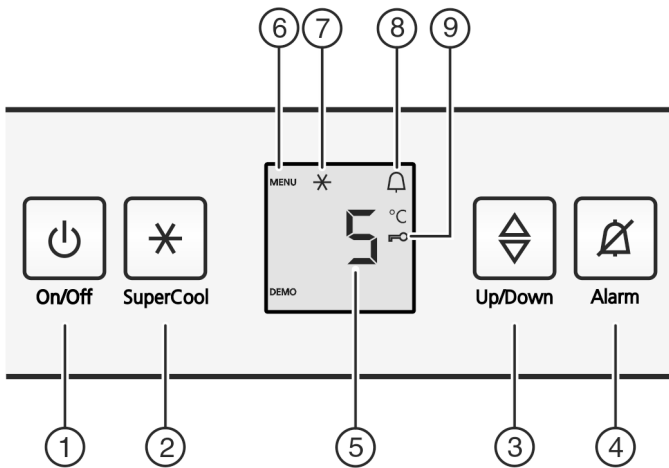

Fig. 2
- ▶ Nacisnąć przycisk On/Off Fig. 2 (1).
- ▶ Nacisnąć i przytrzymać przycisk SuperCool Fig. 2 (2) przez ok. 5 sekund.
- ▷ Na wskaźniku pojawia się symbol menu Fig. 2 (6).
- ▶ Krótko potwierdzić przyciskiem SuperCool Fig. 2 (2).
- ▷ Na wskaźniku świeci symbol zabezpieczenia przed dziećmi Fig. 2 (9).
- ▶ Krótko wcisnąć przycisk On/Off Fig. 2 (1).
- ▶ Nacisnąć przycisk Alarm Fig. 2 (4).
- ▶ Wywoływanie funkcji temperatury: Nacisnąć przycisk ustawiania Fig. 2 (3).
- ▶ Zmiana temperatury krokami po 1 °C: Tyle razy naciskać przycisk ustawiania Fig. 2 (3), aż na wskaźniku temperatury pojawi się żądana temperatura.
- ▶ krótko nacisnąć przycisk SuperCool Fig. 2 (2).
- ▷ Na wskaźniku świeci symbol SuperCool Fig. 2 (7).